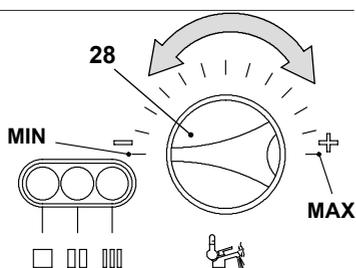

Figura 7.5
- Ruotare la manopola di temperatura sanitari 28 al minimo Figura 7.5